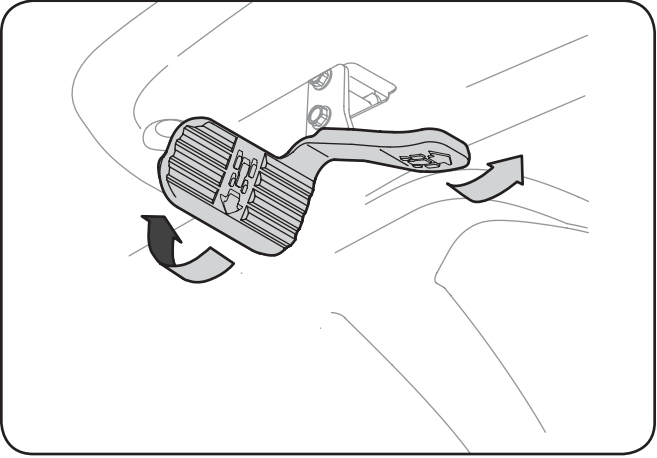

Figure 5-1
2. Pour vous déplacer en MARCHE AVANT, appuyez lentement sur la pédale d'accélérateur jusqu'à l'obtention de la vitesse désirée. Voir la Figure 5-1.
3. Pour vous déplacer en MARCHE ARRIÈRE, assurez-vous qu'il n'y a pas d'obstruction derrière vous, puis appuyez lentement sur la pédale de marche arrière avec la plante de votre pied (et pas votre talon) jusqu'à l'obtention de la vitesse désirée. Voir la Figure 5-1.